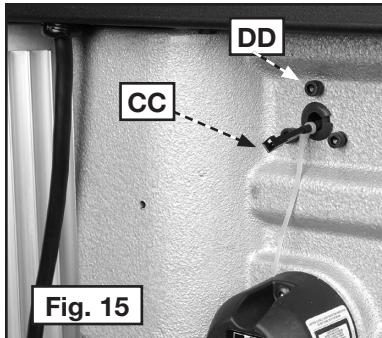

Fig. 15
La luz de trabajo LED incluida deberá ser fijada al costado del cabezal donde está el hilo (CC) Fig. 15.
1. Retire los tres tornillos de 6 mm (uno aparece en DD) Fig. 15.